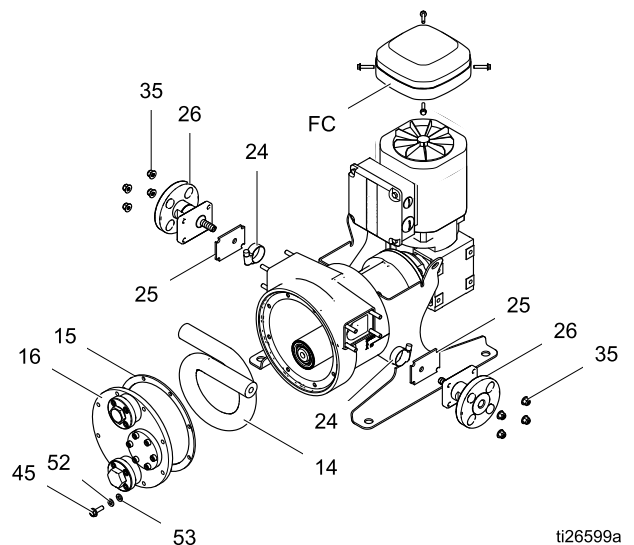

Figure 2 De slang aanbrengen of verwijderen.
2. Zie afbeelding 2, pagina 10. Verwijder met een sleutel de bouten (45) en sluitringen (52 en 53, indien aanwezig) waarmee het voordeksel (16) bevestigd zit. Haal de bovenste bout en eventuele sluitring het laatste. Neem het deksel van de pomp. Als het deksel niet los wil door de pakking, kunt u voorzichtig met een schroevendraaier tussen deksel en huis wrikken.